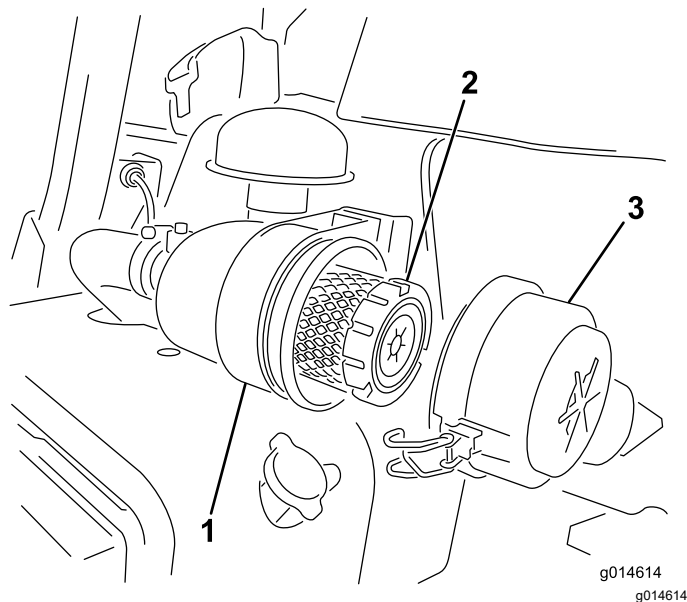

図 29
1. エアクリーナのカバーをボディーに固定しているラッチを外す 図 29。
- 7. ラッチをしっかりと掛ける 図 29。